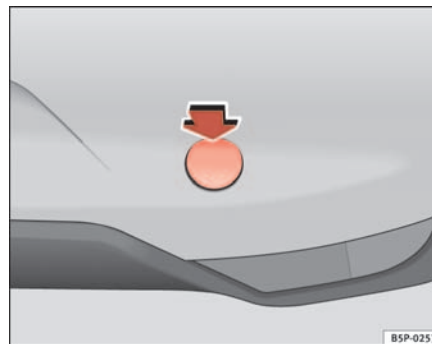

Abb. 205 Abdeckung für Abschleppöse hinten
- Die Abdeckung durch Druck auf die Oberseite in Richtung des Pfeils lösen ⇒ Seite 274, Abb. 205.